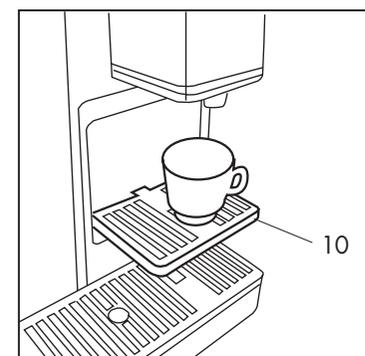

Fig.7
el panel de mandos de la máquina está dotado de teclas touch: es suficiente una ligera presión en correspondencia con el símbolo iluminado. Para preparar un té o un expresso largo, cierre el soporte para taza pequeña (10) Para preparar correctamente un café expresso baje el soporte para taza pequeña (10) **(Fig. 7)**